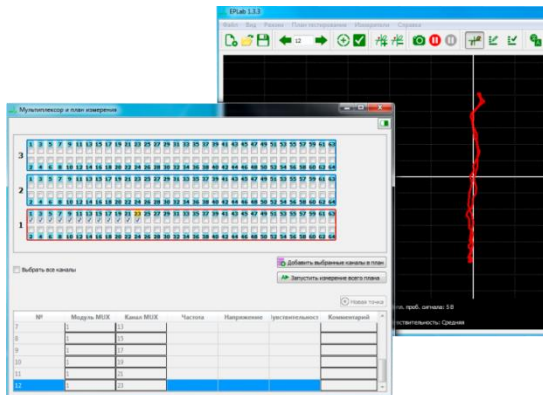

Рисунок 25. Вид окон ПО EPLab при выбранном канале мультиплексора.
4. Перейти в меню "Вид" -> "Открыть окно просмотра мультиплексора". Кликнуть правой кнопкой мыши по номеру соответствующего канала в окне "Мультиплексор и план измерения". Активный канал подсветится желтым цветом, а в главном окне EPLab будет отображена измеряемая ВАХ (Рисунок 25).